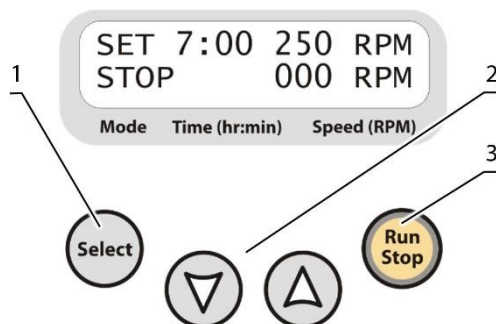

Рисунок 1. Панель управления CPS-20
- 5.3 **Установка параметров.** Нажмите кнопку **Select** (рис. 1/1) для выбора изменяемого параметра. Каждое нажатие кнопки **Select** последовательно выбирает параметры. Выбранный параметр мигает. Используя кнопки ▼ и ▲ (рис. 1/2), установите необходимое значение выбранного параметра. Долгое нажатие на кнопку ускоряет смену значений.
- 5.4 Нажмите кнопку **Run Stop** (рис. 1/3) для начала программы. Платформа придёт в движение, на дисплее показывается индикация RUN и меняющееся значение таймера.